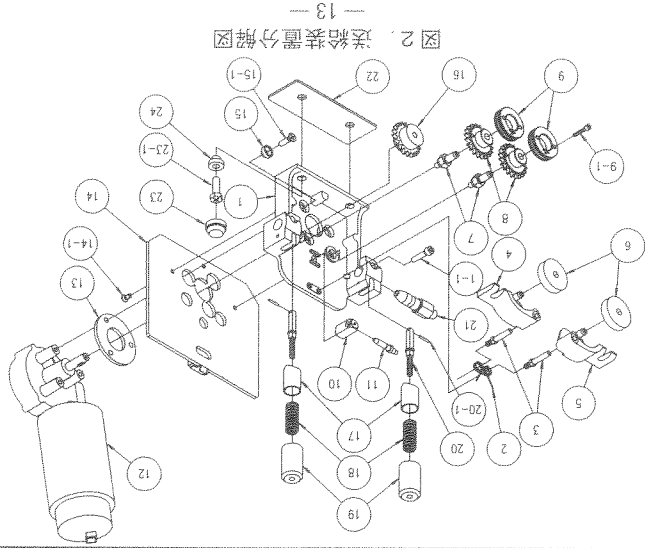

図2. 送給装置分解図
⑧ パーツリスト
⑧ パーツリスト (続き)
8. 2 送給装置関係 (図2)